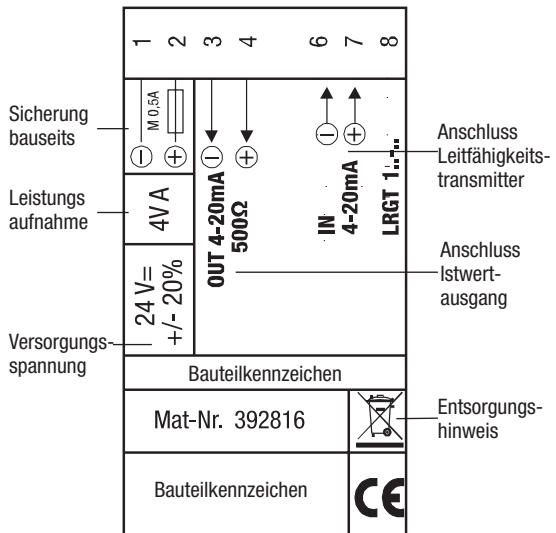

Fig. 1
Der Leitfähigkeitsregler LRR 1-50, LRR 1-51 wird im Schaltschrank auf einer Tragschiene Typ TH 35, EN 60715 aufgerastet. **Fig. 1** ④